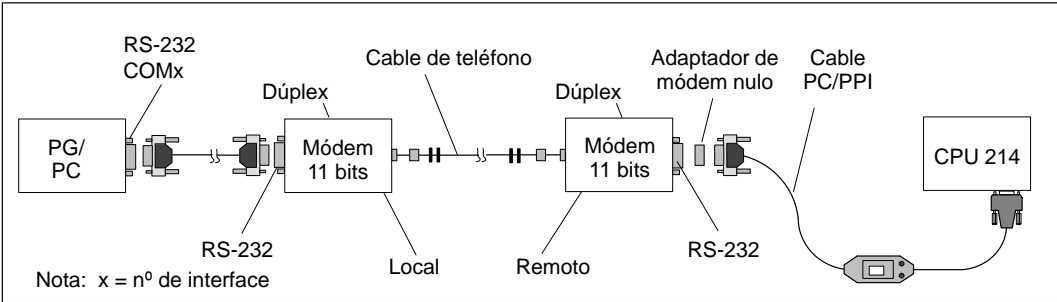

Figura 3-14 Comunicación S7-200 vía módems de 11 bits
En la ficha "Información general" del cuadro de diálogo "Configurar módem" se indican los requisitos de los módems con cadenas de datos de 11 bits y los componentes de hardware necesarios para la comunicación. La figura 3-14 muestra esos mismos componentes de hardware.
18. Desconecte el módem remoto de su unidad de programación (PG) o PC.
20. Conecte el módem local a su unidad de programación (PG) o PC.
21. Verifique que la configuración coincida con la indicada en la ficha "Información general" del cuadro de diálogo "Configurar módem" (v. también la figura 3-14).